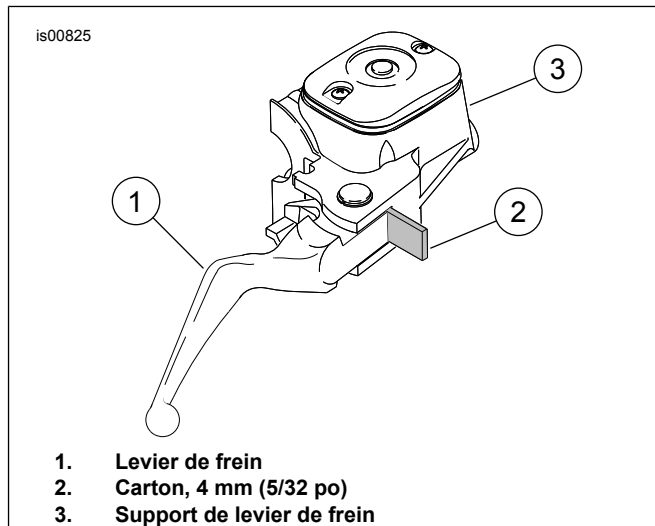

Figure 7. Installation du morceau de carton
1. Voir Figure 7 . Placer le morceau de carton entre le levier de frein et son support.